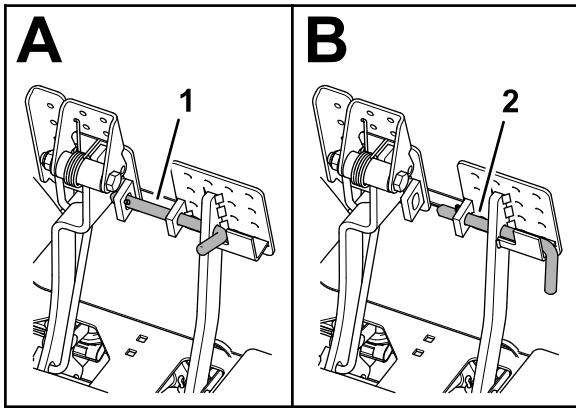

Bild 148
2. Lösen Sie die Pedalsperriegel zwischen den Bremspedalen (Bild 148), so dass beide Bremsen unabhängig voneinander wirken können.